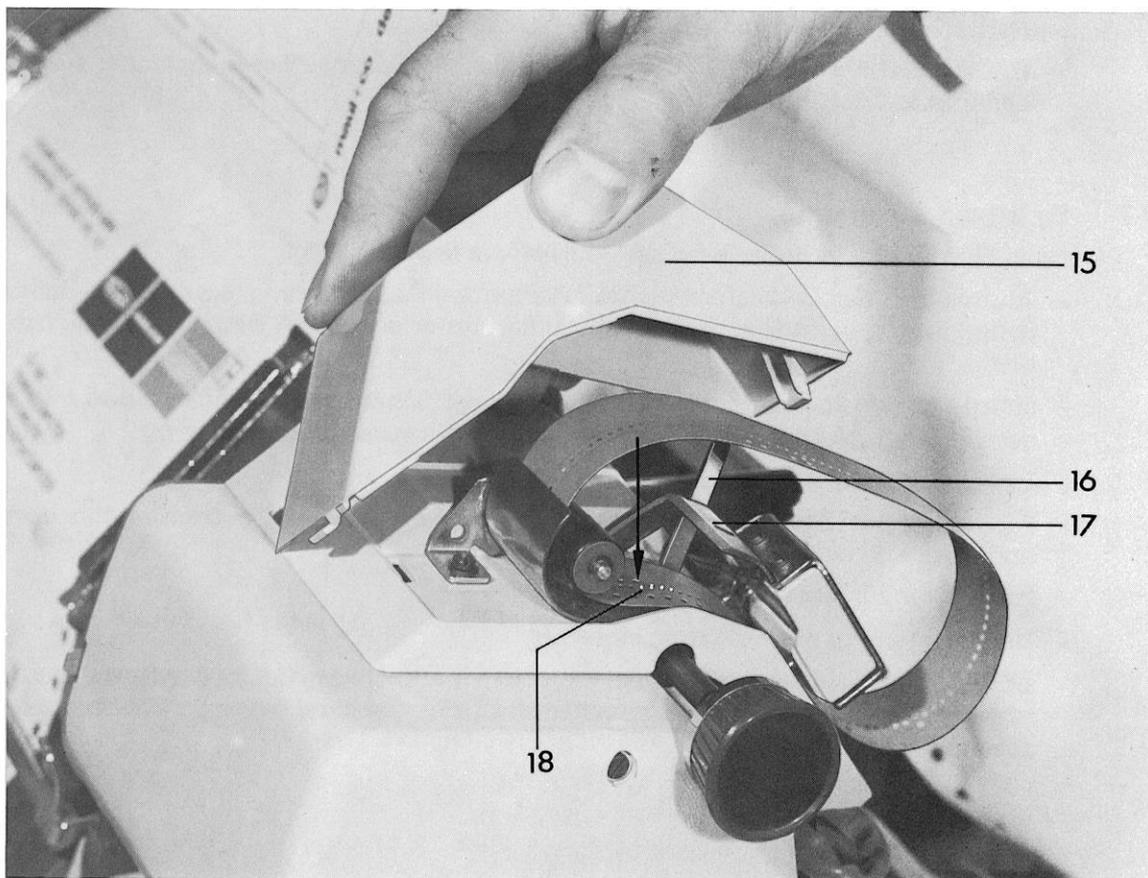
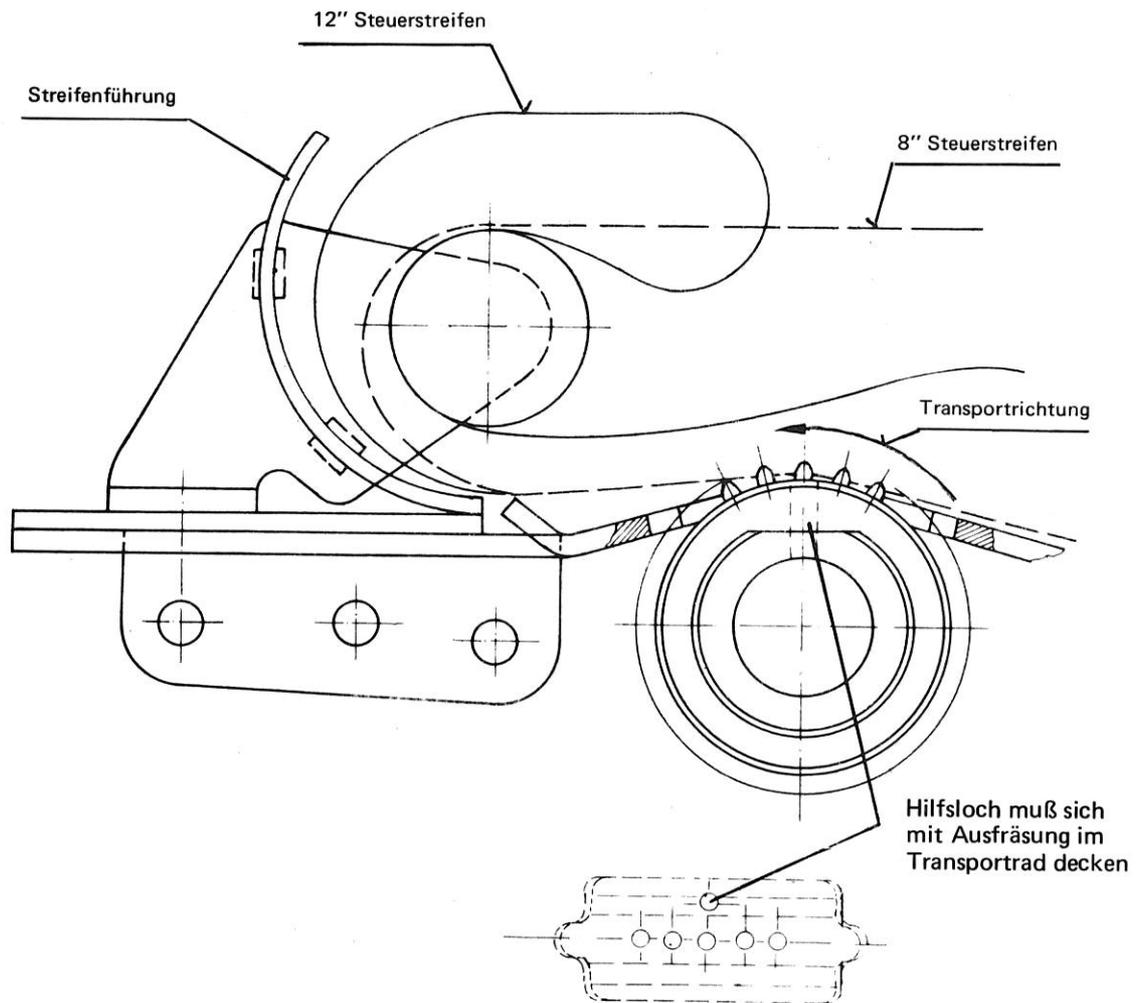

Abb. 16 Abdeckung mit Steuerstreifen
Abb. 17 Steuerstreifenverlauf in der EFKA 1
Auslösehebel (16) Abb. 16
7.8 Einlegen des Steuerstreifens (Abb. 16, 17)
- Abdeckung (15) Abb. 16 nach oben aus der Rasterung abheben
- Auslösehebel (16) Abb. 16 nach hinten drücken
- Einlegen des Steuerstreifens (s. dazu Abb. 17 und Schaubild auf der Innenseite der Abdeckung).
Im Steuerstreifentransportrad (18) Abb. 16 sind neben den Transportstacheln rechteckige Aussparungen (Pfeil) angebracht, die in Höhe der Spur 4 liegen. Beim Einlegen des Steuerstreifens ist darauf zu achten, daß das Hilfsloch der Spur 4 (s. Anhang Abb. 17) im Steuerstreifen mit einer dieser Aussparungen im Transportrad zur Deckung gebracht wird.
- Führungsbügel (17) Abb. 16 auf den eingelegten Steuerstreifen niederdrücken.